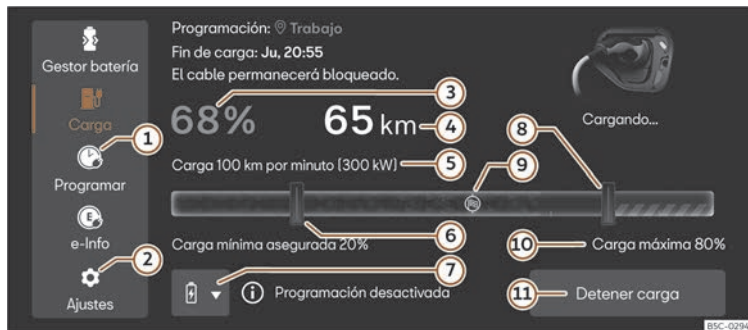

Fig. 67 En el sistema de infotainment: menú principal Carga.
2. Pulse el botón  ② >>> **fig. 67.**